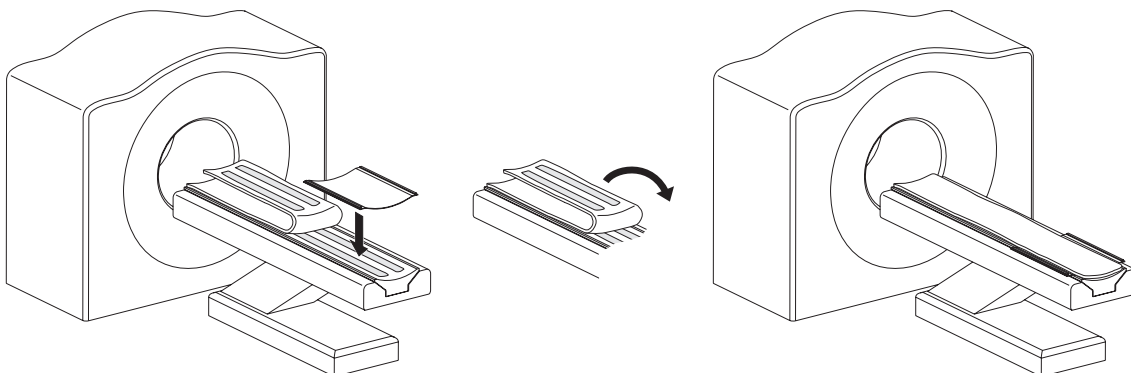

Figura 3-7: Instalación de un soporte de raíl de NEUWAVE CT
3. Doble el colchón de la camilla de TC hacia atrás, como se muestra en la Figura 3-7.